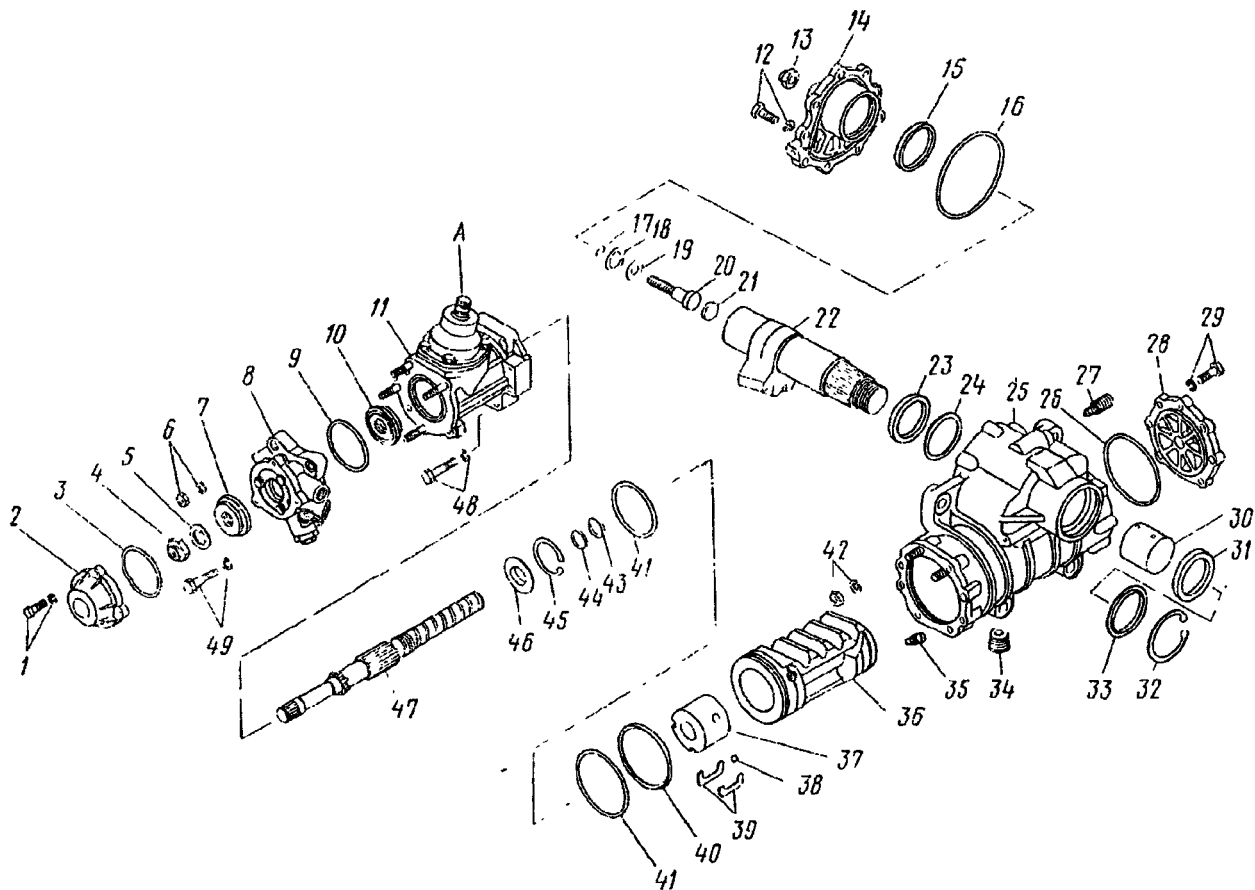

Рис. 254. Рулевой механизм с гидроусилителем в сборе:
1. Закрепите рулевой механизм в тисках. Установите вал 22 (рис. 254) сошки в среднее положение	Тиски
7. Отверните гайку 4 (см. рис. 254), снимите шайбу 5 и подшипник 7	Ключ разводной 36 мм, молоток, оправка
9. Снимите с винта клапан 8 (см. рис. 254) управления в сборе, подшипник 10, уплотнительное кольцо 9 и выньте уплотнительные кольца из каналов высокого давления редуктора 11	Отвертка
вую гайку 37 (см. рис. 254), выверните винт 47 из поршня 36, придерживая от выпадания желобки 39	гайки и выворачивания винтов